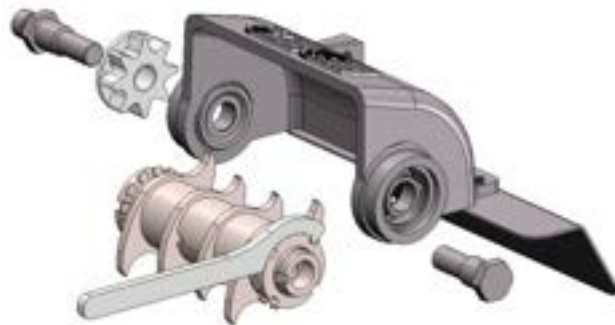
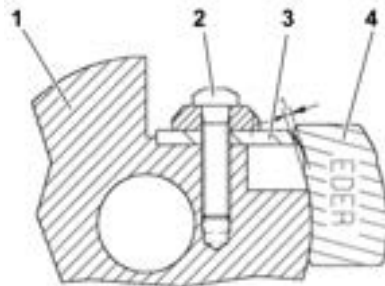

Abb. 15: Messer wechseln
Abb.16: Messer wechseln an der Scheibenfräse
- > Lösen Sie die Messerschraube (2 – Abb.15) leicht.
- > Legen Sie die Messerlehre (4 – Abb.15) an den Fräskopf (1 – Abb.15) an und schieben Sie das Messer (3 – Abb.16) an die Messerlehre heran, bis es den eingekerbten Bereich berührt.